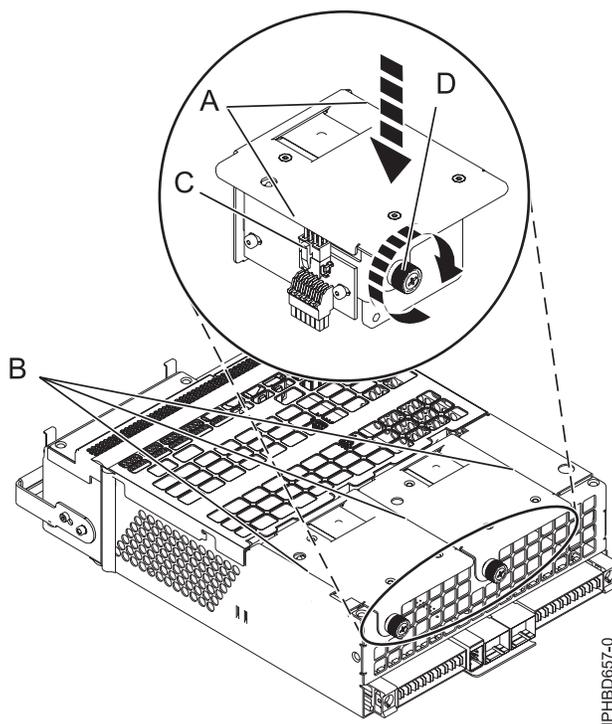

Figura 62. Sustitución de un ventilador
- b. Presione el ventilador (**A**) en el conector correspondiente del conjunto como se muestra en la Figura 62.
- c. Apriete el tornillo (**D**) como se muestra en la Figura 62.